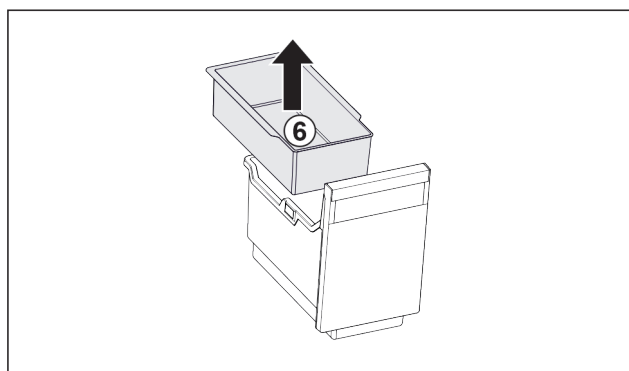

Fig. 124
- Einhängeschale Fig. 124 (6) entnehmen.